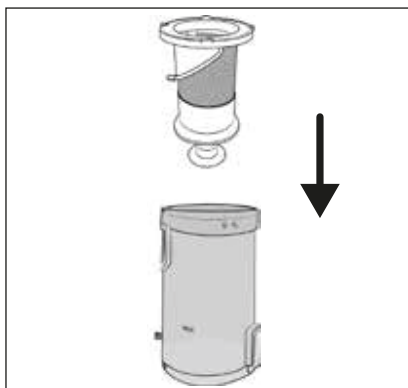

Fig. 21
- 6) Insérez le filtre en acier inoxydable 6 dans le bac à poussière 7 et poussez-le jusqu'en bas (voir fig. 21). Notez que le filtre en acier inoxydable 6 est doté de dispositifs d'arrêt de différentes tailles. Le filtre en acier inoxydable 6 ne s'insère dans le bac à poussière 7 que dans une seule position du fait de ces dispositifs d'arrêt.